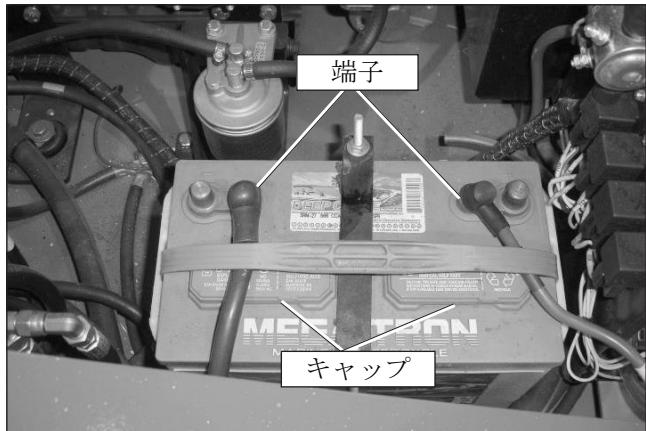

図 7.5 - バッテリー
電源は 600 CCA の 12V バッテリーから供給されます。バッテリーは、エンジンカバーの下のエンジンの左側にあります（図 7.5 を参照）。バッテリーは、本機と電気油圧コンポーネントを操作するための 12VDC 電源を供給します（非常電源設備を含む）。
1. バッテリーから、キャップを外します（図 7.5 を参照）。
1. バッテリー上部の端子とケーブル端部を点検します。これらに腐食や汚れがあつてはなりません（図 7.5 を参照）。